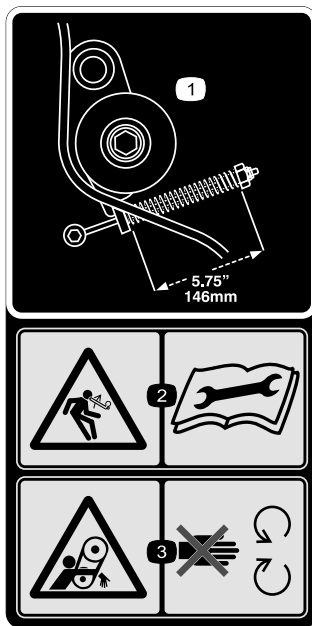

Figura 33
1. Controllate che la tensione della cinghia sia corretta comprimendo la molla di tensione fino a una lunghezza di 146 mm; fate riferimento alla Figura 33.